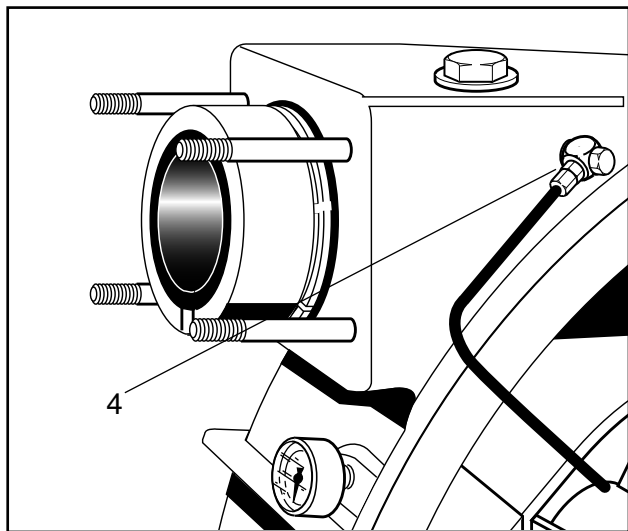

Fig. 29 4 Tubicino di sfiato
5. Svitare i due raccordi completi di flangia di supporto e dadi esagonali da corpo della pompa (Fig. 29) ed estrarre i due raccordi dal tubo flessibile trasportatore.